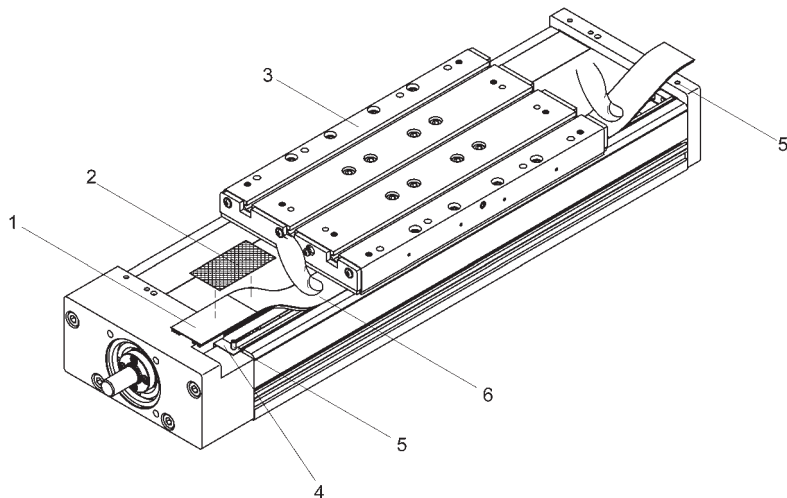

Fig. 11
1. **Fig. 11:** Fare avanzare la slitta (3) fino alla posizione posteriore di finecorsa (cuscinetto mobile).
2. Allentare il perno filettato in alto (5) della sede del cuscinetto e del coperchio di chiusura.
3. Estrarre la vecchia bandella di protezione (6) con la lastra di serraggio (4) dalla sede del cuscinetto fisso in direzione del cuscinetto mobile, finché non si trova a circa 20 cm prima della slitta (attenzione: non attraversare la slitta).